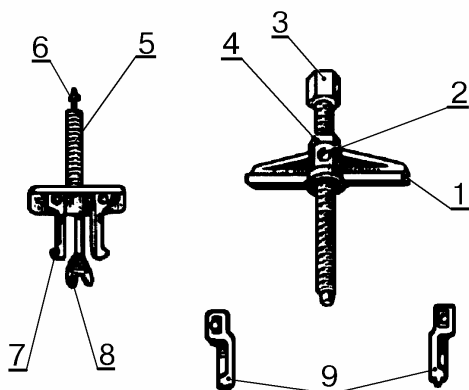

Рис.16. Сборка съемника А.40005/2/11/4:
- вывернуть из траверсы 1, рис.16, винт 3;